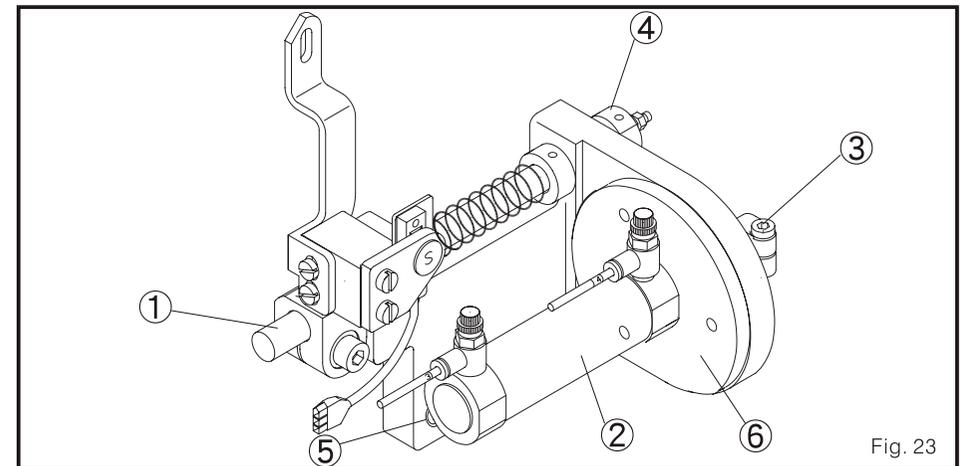

Fig. 23
- (1) Confirme que o refilador é guiado pela barra conectora 1 e para o cilindro de ar 2. também o movimento macio de esquerdo-direita destes dois (Fig. 23)
- (2) O golpe fixo do eixo principal do cilindro de ar deve ser ajustado a 41 mm, como também os movimentos de golpe do refilador inferior às 60 mm. Para o ajuste. Por favor solte o parafuso 3 e ajuste o bloco bastante 4 de esquerda e direito de forma que faz confortável aos golpes.
- (3) depois de ajustar os golpes, solte um pouco à porca 5 e mexa o apoio do cilindro de ar 6 esquerda para direita. Isto pode mudar o a posição esquerda/direita da extremidade inferior ao centro da barra agulha.